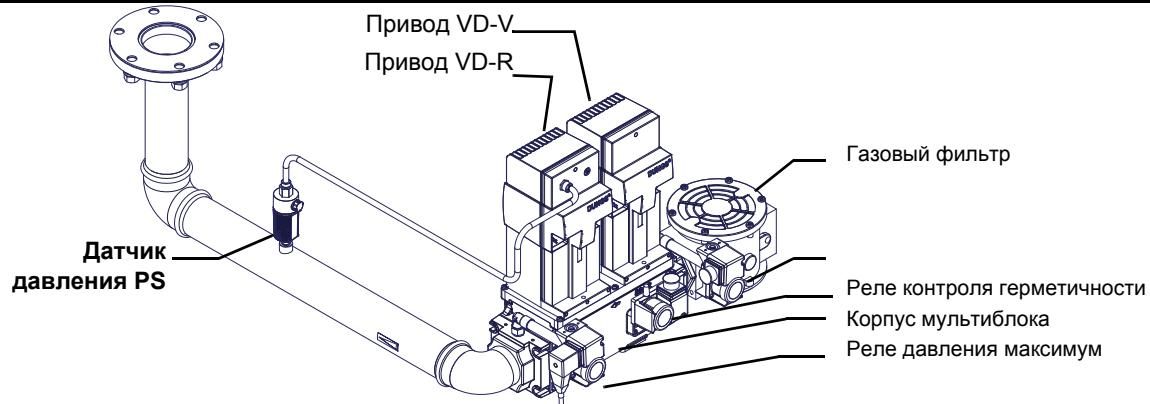

Рис. 11 - Пример газовой рампы
ВНИМАНИЕ: после монтажа газовой рампы согласно схеме на Рис. 11, необходимо провести тестирование на герметичность газового контура, согласно требований действующих нормативов.
- 1 - б) при фланцевых соединениях: между соседними компонентами устанавливать прокладку (1A..1E - Рис. 11), совместимую с используемым газом,